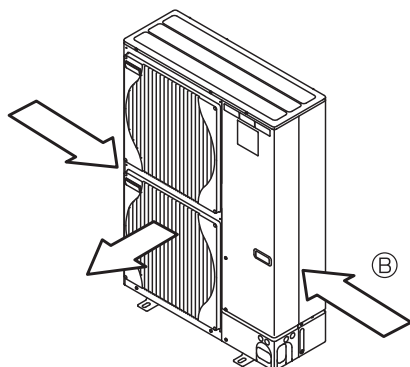

Fig. 3-4
- ③ Anbring om muligt enheden således, at luftudblæsningen blæser vinkelret på den fremherskende vindretning. (Fig. 3-4)